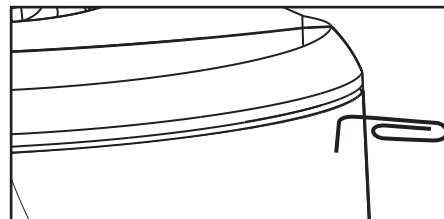

FIGURE 4
1. Separate the parts of the speaker. Remove the brackets and bracket knobs. Remove the grille by carefully hooking it with a bent paper clip and pulling it gently away from the cabinet [figure 4].
1. Retirez d'abord les boutons des supports et dégagéz l'enceinte. Puis retirez la grille de l'enceinte en la dégagant délicatement à l'aide d'un trombone plié [figure 4].